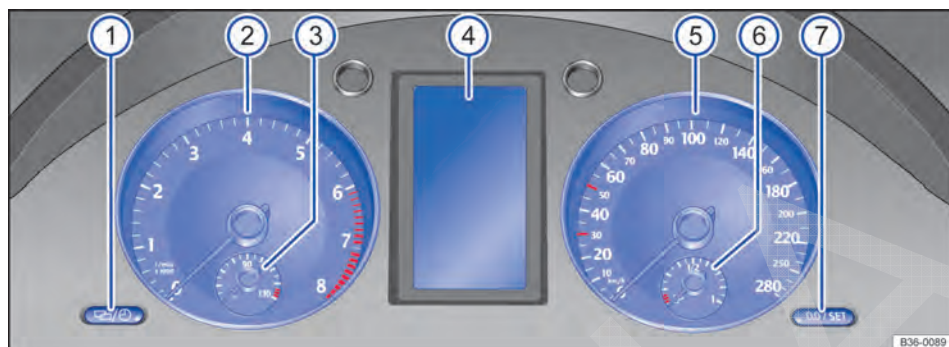

Fig. 11 Instrumento combinado do painel de instrumentos.
Significado dos instrumentos ⇒ Fig. 11:
De acordo com o equipamento do veículo, é possível que sejam exibidas diferentes informações no display do instrumento combinado ⇒ Fig. 11 ④:
O indicador do evento de serviço aparece no display do instrumento combinado ⇒ Fig. 11